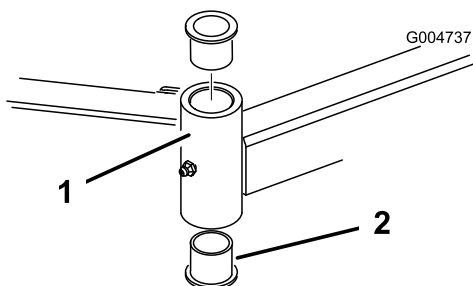

Figura 124
4. Inserite un punteruolo nella parte superiore o inferiore del tubo di fissaggio, e spingete la boccia fuori del tubo (Figura 124).